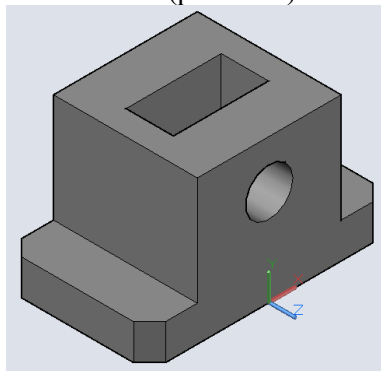

Рисунок 1.15 – Послідовність виконання побудов етапу 16
16) Вкладка *View (Вид)* → Панель інструментів *Visual Styles* (візуальні стилі)  → вибрати *Shades of Gray* (відтінки сірого)  (рис. 1.15).